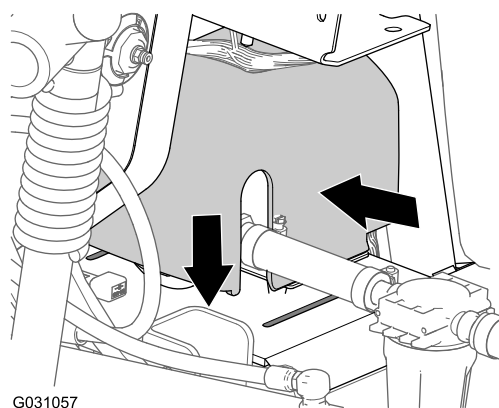

图122
2. 将冲洗泵盖放到冲洗泵的鞍形板上 图122。
3. 同时按压冲洗泵盖的两边并将泵盖的凸耳与鞍形板对齐 图122。
4. 将凸耳插入插槽然后放开泵盖的两边 图122。